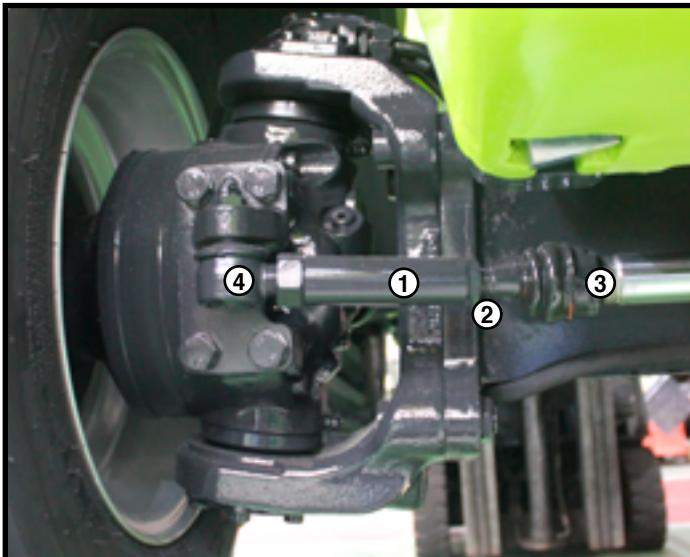

Fig.14
1) DIRECCIÓN (Fig. 14)
1a) REGULACIÓN DEL ÁNGULO DE GIRO DE LAS RUEDAS (Fig. 14)
1) DIRECTION (Fig. 14)
1a) ADJUSTEMENT OF THE ANGLE OF ROTATION OF THE WHEELS (Fig. 14)